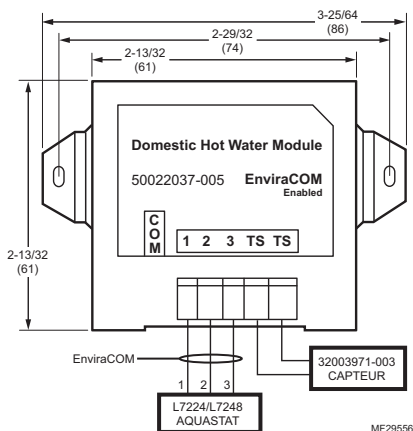

Fig. 1. 50022037-005 Schéma de câblage du module de réarmement d'extérieur.
2. Raccorder les bornes 1, 2 et 3 de bus EnviraCOM du module de réarmement d'extérieur aux bornes 1, 2 et 3 du thermostat Aquastat compatible EnviraCOM™ (si offert), ou n'importe où sur le bus où l'accès est disponible et pratique. Voir la Fig. 1.
3. Raccorder les deux fils du capteur de température C7089U, voir la Fig. 1, aux bornes OT du module de réarmement d'extérieur. Insérer un fil dans une borne OT et l'autre fil dans l'autre borne.